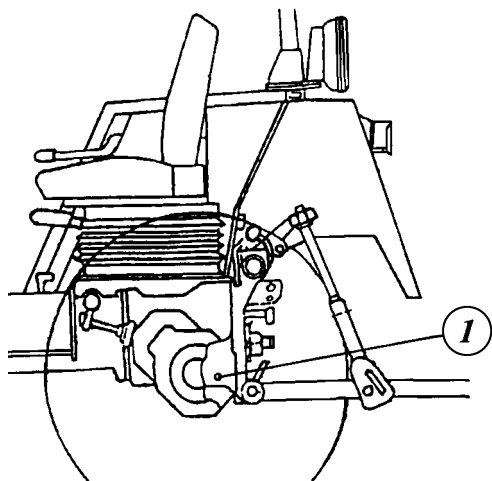

Рис.110.1
- Выверните пробку 1 и слейте масло из корпуса заднего моста, а также слейте масло из корпусов колесных редукторов (рис.110.1)